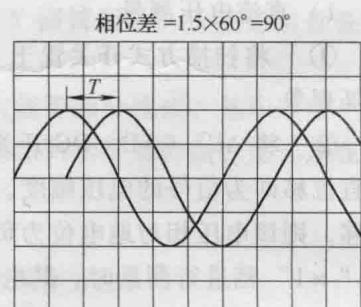

图 1-6 相位差测量
5) 相位差测量。两个信号之间相位差的测量可以利用仪器的双踪显示功能进行。相位差测量如图 1-6 所示，图中给出了两个具有相同频率的超前和滞后的正弦波信号用双踪示波器显示的例子。此时，触发源开关必须置于超前信号相连接的通道，同时调节 Time/div 开关，使显示的正弦波波形大于 1 个周期，图中一个周期占 6 格，则 1 格刻度代表波形相位 60° ，故相位差 $\Delta\varphi = 1.5 \times 360^\circ / 6 = 90^\circ$ 。